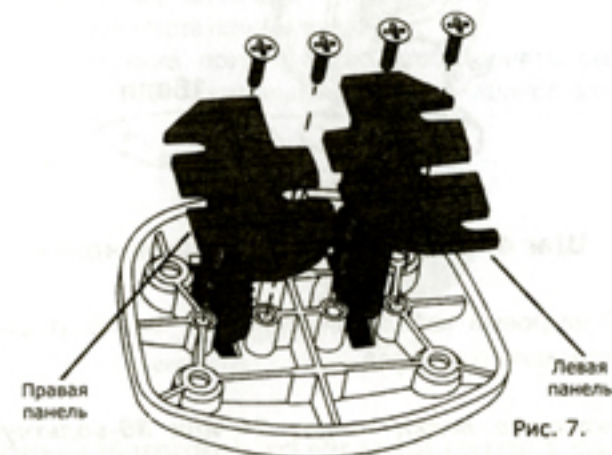

Рис. 7.
1. Вставьте крепежные панели в основание (рис. 7).